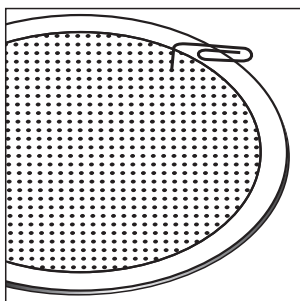

FIGURE 6
1. Separate the parts of the speaker. If the speaker is not yet installed, the grille can be removed simply by pushing the clamp screws forward to push the grille off the speaker from the inside. If the speaker is already in the wall, carefully hook the grille with a bent paper clip and pull it gently away from the frame [figure 6].
1. Séparez les divers éléments du haut-parleur. Si le haut-parleur n'est pas encore installé, la grille peut être retirée en poussant sur les vis des crampons pour éloigner la grille du haut-parleur depuis l'intérieur. Si le haut-parleur est déjà installé dans le mur, dégagez délicatement la grille à l'aide d'un trombone plié. [figure 6].